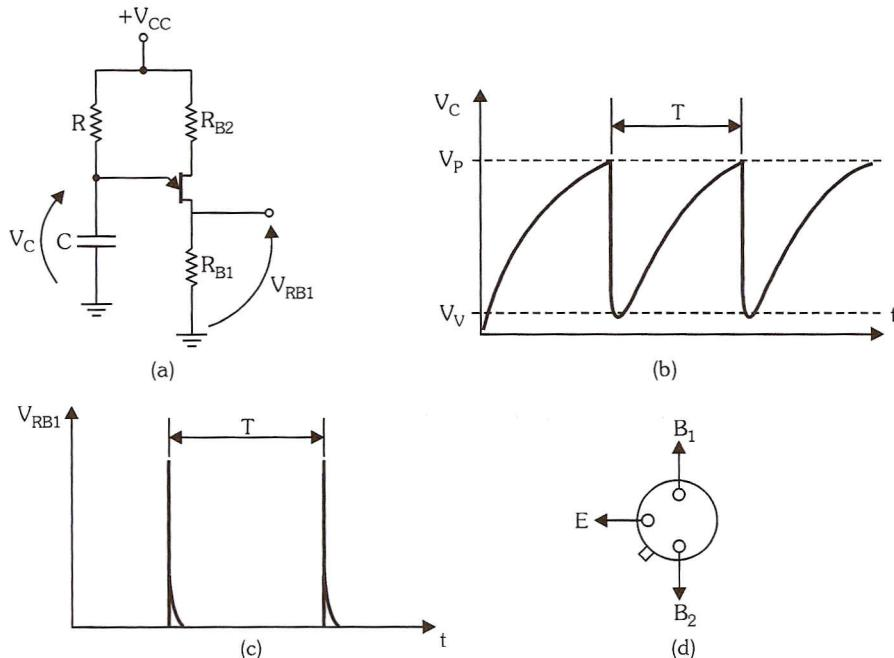

Figura 3.4: Oscilador de relaxação (a) circuito, (b) formas de onda capacitor, (c) em R_{B1} e (d) 2N2646, pinagem com vista inferior.
- Para o circuito da figura 3.4 considerando $R = 33K$, $C = 100nF$, $R_{B1} = 1K$ e $R_{B2} = 33\Omega$ desenhar a forma de onda no capacitor e calcular a frequência de oscilação. Dados: $V_{CC} = 12V$, $\eta = 0,65$ e $V_V = 2V$.